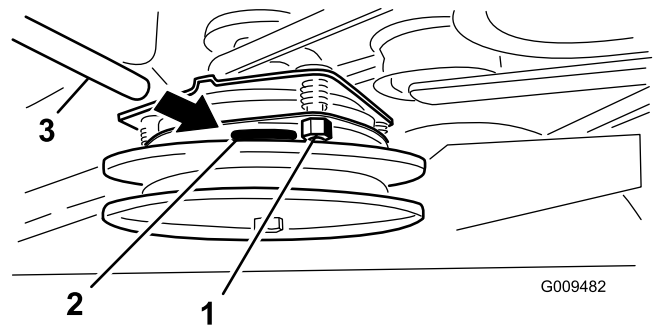

Figura 57
5. Stringete i dadi di bloccaggio fino a fissare leggermente lo spessimetro facendo però in modo di poterlo muovere facilmente all'interno del traferro (Figura 57).